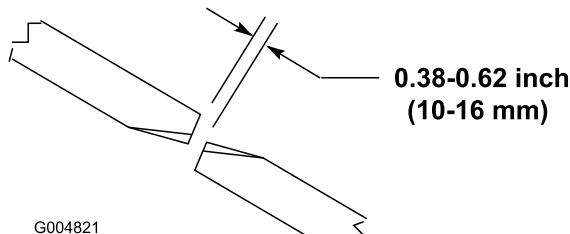

Figura 24
- Gire una cuchilla central y una cuchilla lateral de manera que las puntas estén alineadas. Mida la distancia entre los extremos de las cuchillas (Figura 24).
Para asegurar la operación correcta de la carcasa de corte, debe haber una separación de 10–16 mm entre los extremos de las cuchillas de las carcasa de corte laterales y central (Figura 24).